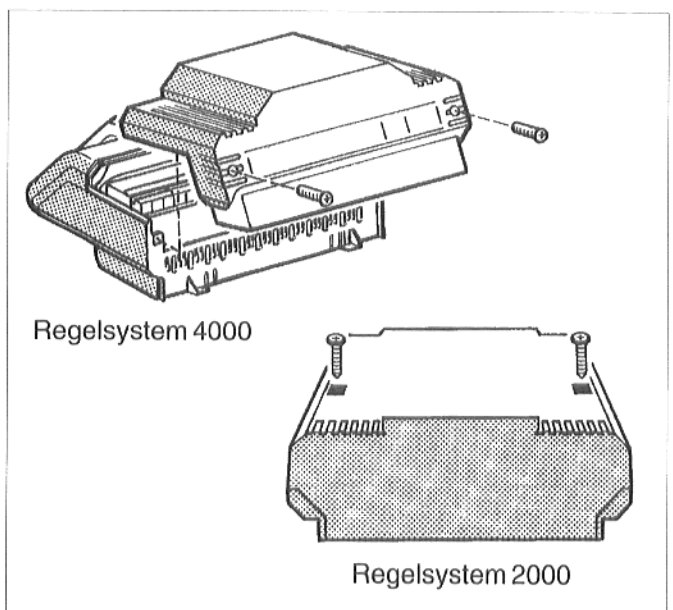

Abb. 9: Regelgerät öffnen
- Die beiden Schrauben der Klemmenabdeckhaube des Regelgeräts herausdrehen. Klemmenabdeckhaube abnehmen (Abb. 9).